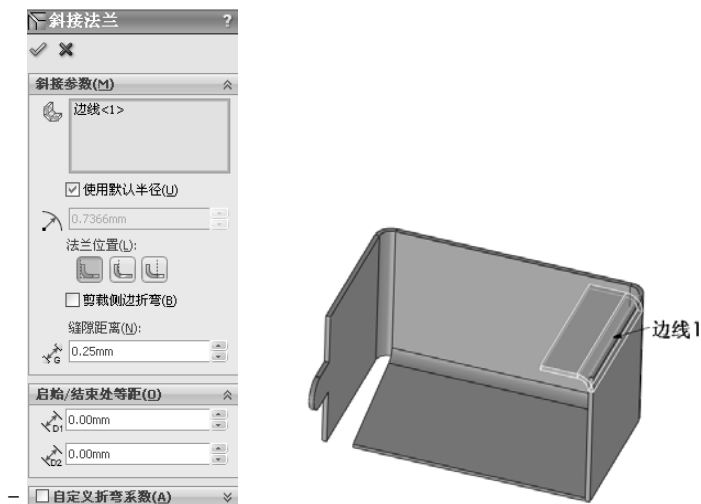

图 7-34 添加斜接法兰特征
2) 执行“插入”→“钣金”→“斜接法兰”菜单命令,或者单击“钣金”工具栏中的“斜接法兰”按钮,弹出“斜接法兰”属性管理器,如图 7-34 所示。系统随即会选定斜接法兰特征的第一条边线,且图形区域中出现斜接法兰的预览。